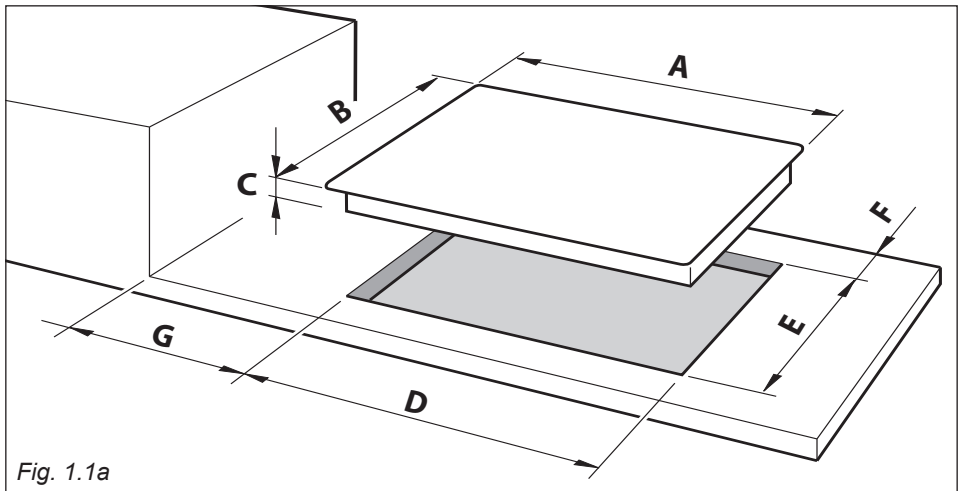

Fig. 1.1a
Gör en utskärning i bänkskivan enligt måtten i fig. 1.1a, och se samtidigt till, att nedanstående efterföljs:
- Det ska vara ett min. avstånd mellan gashällen och sidoväggen på 200 mm enligt fig. 1.1a och 1.1b.
- Det ska vara ett min. avstånd mellan bakväggen och gashällen på 60 mm enligt fig. 1.1a.
- Utför utskärningen i bänkskivan som visas på fig. 1.1a.